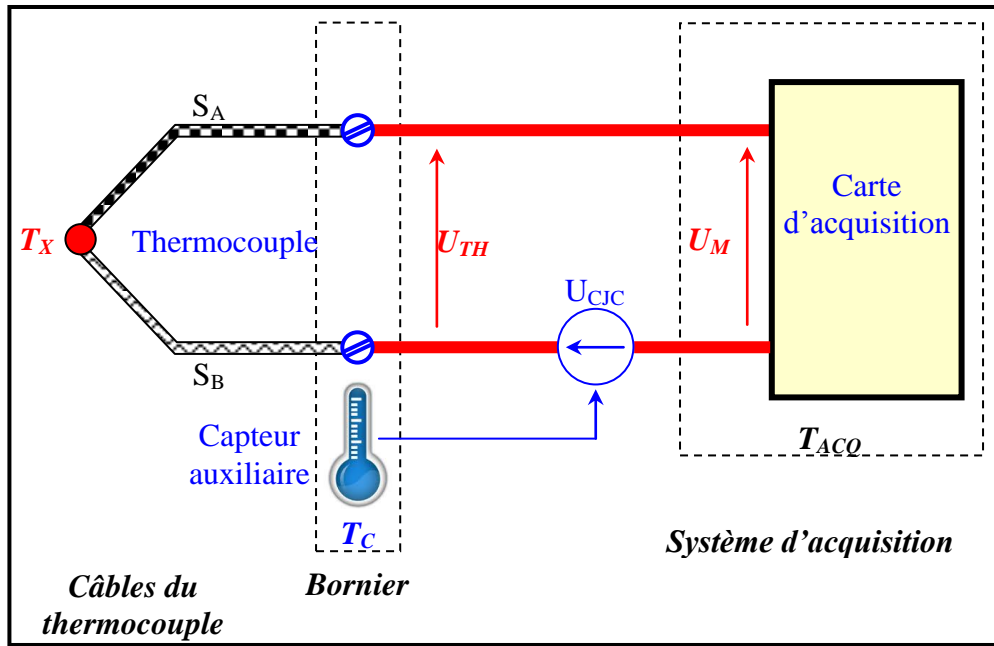
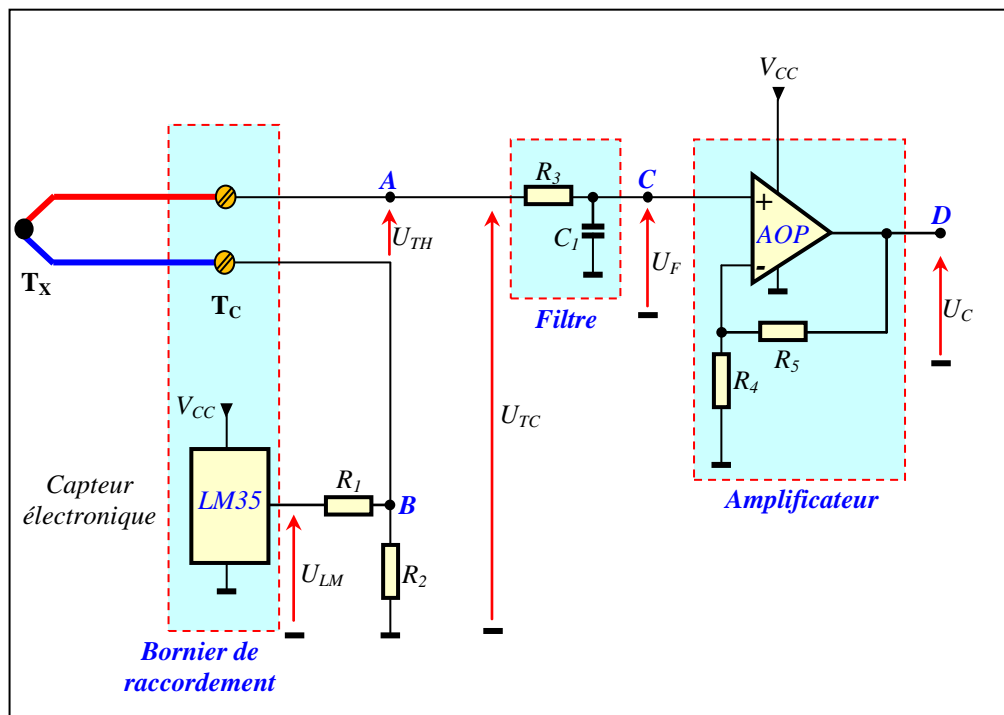

Figure 7
Figure 8
La relation (2) montre que la tension mesurée U_M dépend de la température inconnue T_X à mesurer et de la température T_C de l'environnement du bornier du raccordement du thermocouple au système d'acquisition. On appelle T_X la température de « la jonction chaude » et T_C la température de « la jonction froide ». L'utilisation de l'eau glacée, pour compenser la température de la jonction froide et rendre U_M dépendant uniquement de T_X , n'est pas une solution pratique. La figure 7 (page 9) donne le schéma de principe d'une solution de compensation facile à réaliser, qui consiste à mesurer la tension image de la température T_C du bornier par un autre capteur auxiliaire, représentée par la tension U_{CJC} , et la réinjecter dans la maille de mesure du thermocouple.
La figure 8 représente un exemple de schéma de montage implémentant la compensation de T_C suivant le principe de la figure 7, où le capteur auxiliaire est un capteur électronique de type LM35.